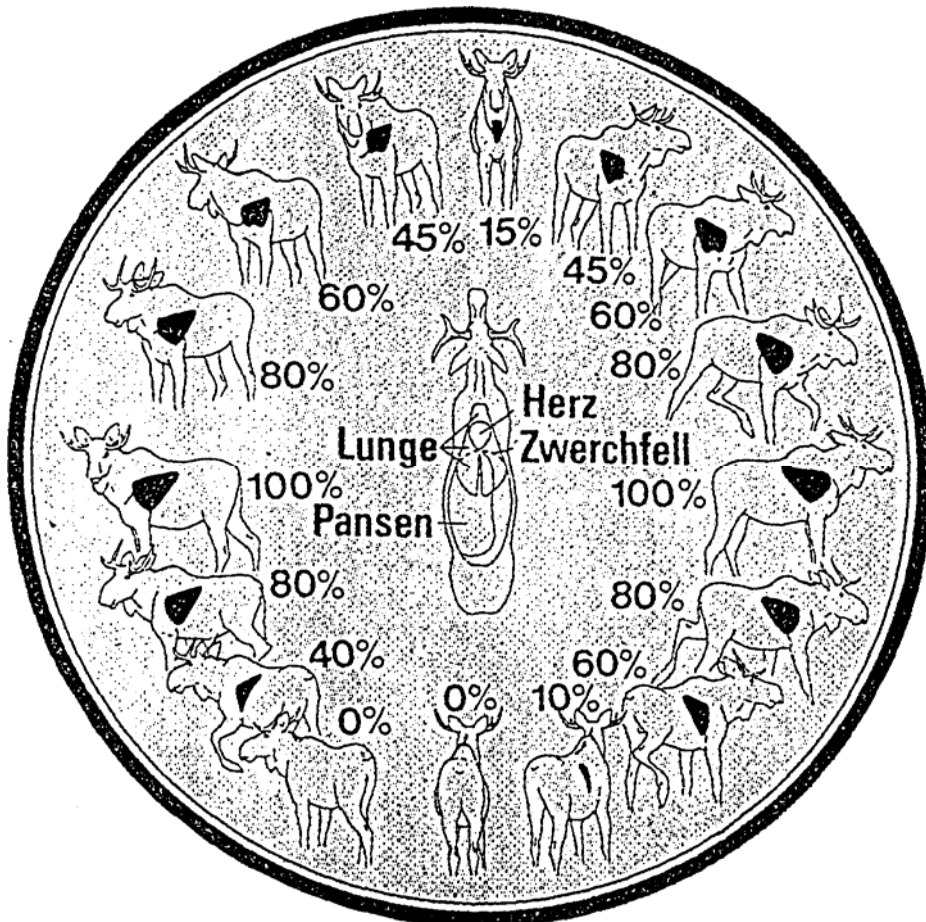

FIG. 7
- **Nel mirare il selvatico tenere sempre presente** , come riportato nello schema della Fig. 7 la variazione di **ampiezza e collocazione della "Zona Vitale"** dell'animale in funzione della sua posizione rispetto al cacciatore . Cercare quindi di effettuare il tiro solamente quando il selvatico si trova nella situazione più vantaggiosa individuata dai valori dell' 80-100%